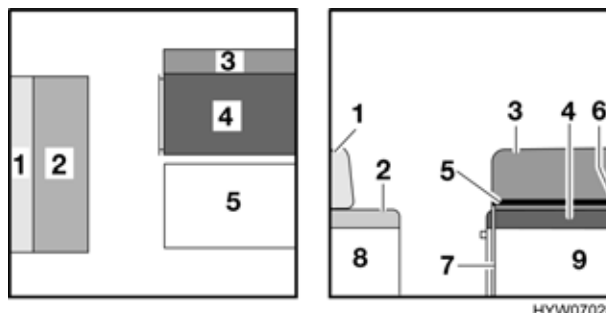

Fig. 90 Prima della trasformazione
- Rimuovere il cuscino dello schienale (Fig. 90,1) e il cuscino del divano (Fig. 90,2) e riporli.